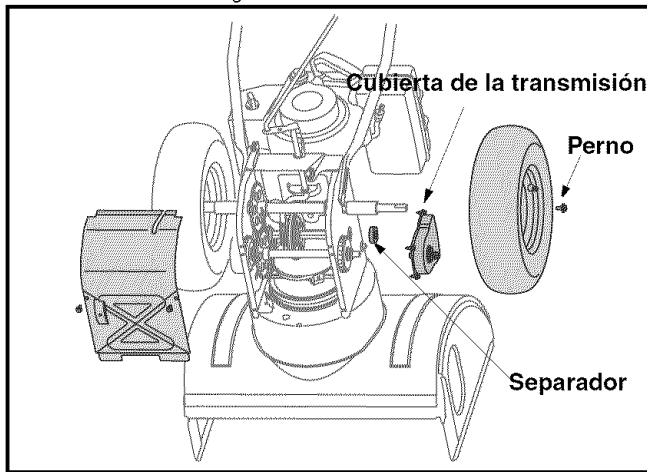

Figura 18
- Saque los cuatro tornillos que ajustan la cubierta de la transmisión derecha al marco. Saque la cubierta de la transmisión del costado del marco. Vea la Figura 18.